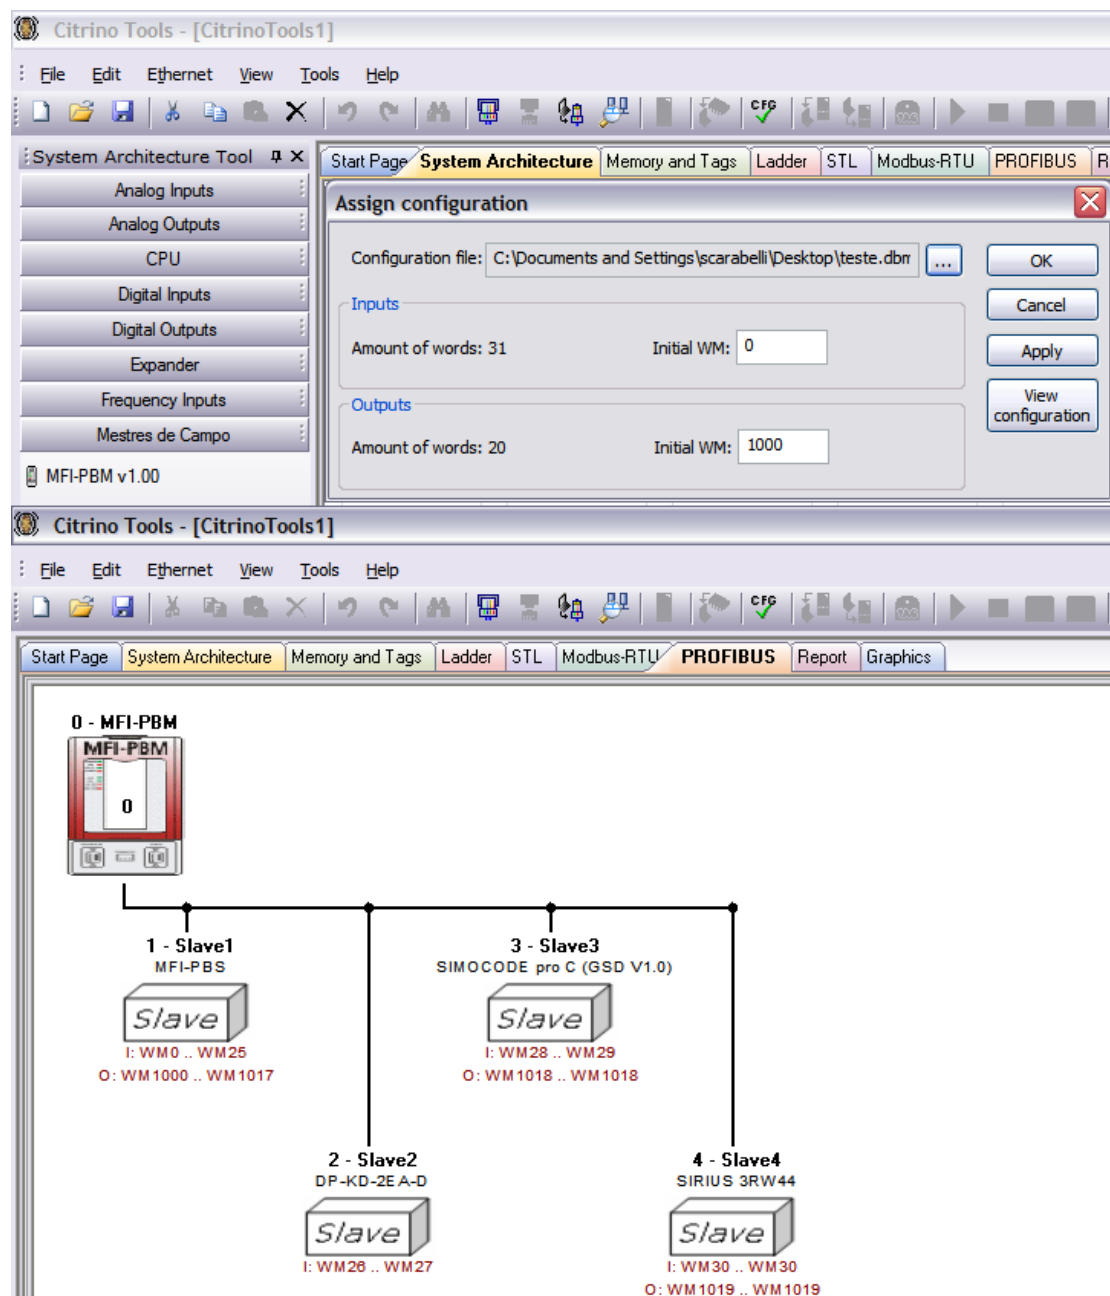

Figura 3.5.5 – Anexando as entradas e saídas com relação à variável WM
- 5) Após selecionar Abrir (*Open*) no item anterior, o diálogo ficará de acordo com a Figura 3.5.5. Observe que é colocada a quantidade de *words* de entrada (no exemplo 14) e quantidade de *words* de saída (neste exemplo 19). Fica livre para o usuário colocar em quais WMs serão colocadas essas variáveis de entradas e de saídas no PROFIBUS. No nosso exemplo, foi colocado que as variáveis de entrada ocupariam a partir do WM 0 e as variáveis de saídas ocupariam a partir do WM 1000. Clique no botão Aplicar (*Apply*) para confirmar as mudanças. Se o usuário quiser ver como ficaram ocupadas as variáveis de memórias WMs, clique no botão Visualizar Configuração (*View Configuration*) e aparecerá a aba PROFIBUS com os desenhos ilustrativos como o da Figura 3.5.5;